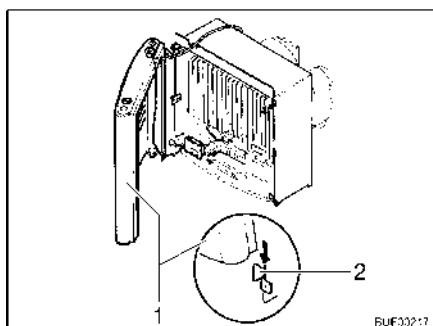

Fig. 100 Habillage du chauffage, pattes de retenue
- Monter l'habillage du chauffage. Pour ce faire placer l'habillage (Fig. 100,1) sur les pattes de retenue inférieures (Fig. 100,2).